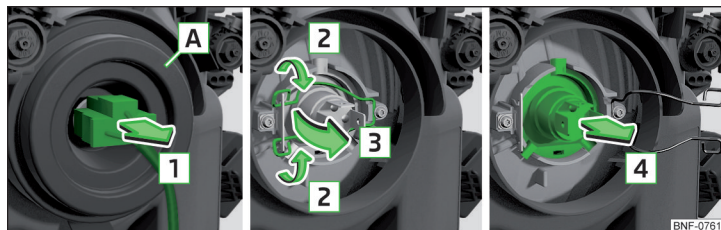

Bild 141 Byta glödlampa för halvljus och helljus
- › Ta ut kontakten från glödlampen i pilens riktning **1** » bild 141.
- › Tryck på säkringsbyglarna i riktning mot strålkastaren och haka ur i pilarnas riktning **2** » bild 141